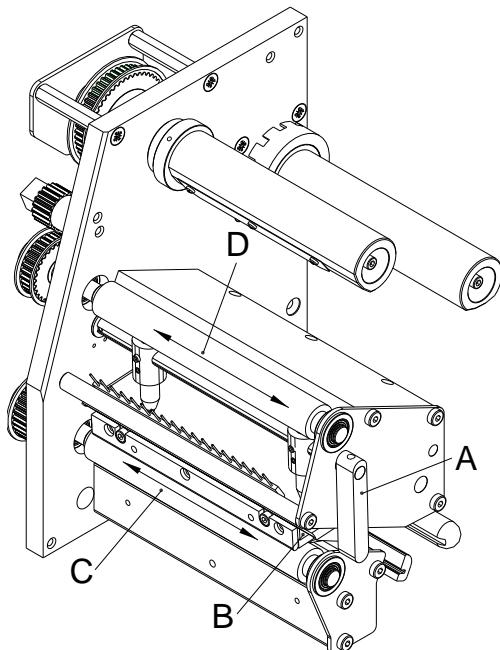

Figura 13
2. Ruotare la leva rossa (A, in Figura 13) in senso antiorario per sollevare la testina di stampa.
7. Para cerrar el cabezal de impresión, gire la palanca (A, in Figura 13) en el sentido de las agujas del reloj, hasta que encaje.
5. La fotocellula (A) può essere pulita anche con l'apposito foglio per pulitura (B) inumidito in alcol puro. In questo caso, fare passare il foglio per pulitura avanti e indietro (vedi illustrazione).